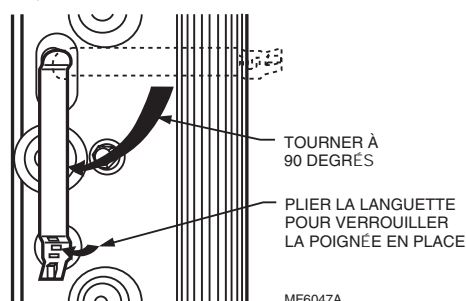

Fig. 8. Installer les poignées au bout de la cellule qui est la plus près de la porte d'accès.
2. Tenir la poignée par les côtés et insérer la languette rigide sur le dos de la poignée dans la fente de la cellule. Tourner la poignée de 90° en sens horaire pour aligner la languette divisée sur le trou carré. Voir Fig. 8.